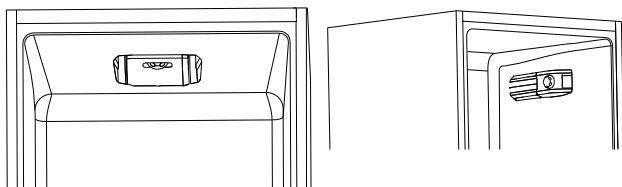

Fig.4
- A unidade do termóstato para controlo do aparelho está localizada dentro do compartimento frigorífico (Fig.4). Gire o botão do termóstato do termostato para além da posição "0". A luz fica acesa quando a porta do frigorífico está aberta.